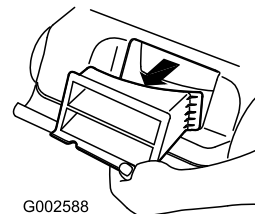

Bild 25
5. Nehmen Sie die Heckauswurfklappe ab (Bild 25).